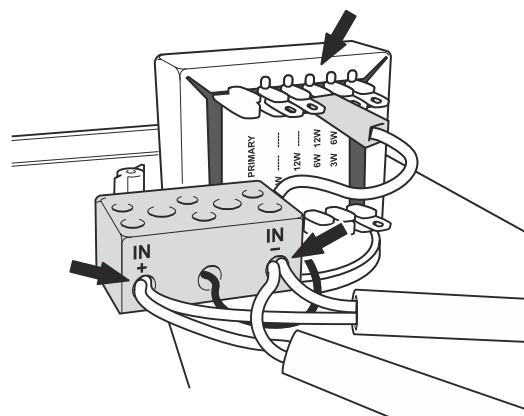

Fig. 2
- Inserire i cavi provenienti dalla linea di distribuzione nei passacavo e collegare le terminazioni alla morsettieria presente sulla griglia frontale, facendo riferimento alla fig. 2.
- Applicare la griglia frontale e fissarla alla scatola utilizzando le tre viti autofilettanti (B) precedentemente rimosse.
NOTA: I diffusori **RWS 412 T/EN** devono essere collegati in derivazione alla linea di distribuzione, assicurandosi che la potenza complessiva assorbita dai diffusori non ecceda quella massima fornita dall'amplificatore. La potenza dei diffusori è impostata in fabbrica per linea 100V/12W. Nel caso si volesse modificare questa impostazione, è possibile cambiare la potenza di uscita tramite l'apposito terminale ad inserzione rapida facendo riferimento alla targhetta posta sul trasformatore (vedi fig. 2).
- Pass the cables coming from the distribution line through the cable gland and connect the ends to the terminal strip on the front grille, following the instructions provided in Fig. 2.
- Fit the front grille and secure it to the box using the three self-tapping screws (B) that were removed earlier.
The power of the speaker units is factory-set for a 100V/12W line. If you wish to change this setting, it is possible to alter the output power by means of the quick-fit terminal provided for this purpose, consulting the data plate on the transformer (see Fig. 2).
- Introduire les câbles provenant de la ligne de distribution dans le passe-fil puis raccorder les extrémités au bornier sur la grille frontale, en respectant les indications de la fig. 2;
- Mettre la grille frontale et la fixer au boîtier en utilisant les trois vis autotaraudeuses (B) précédemment enlevées.
La puissance des diffuseurs est réglée en usine pour une ligne à 100V/12W. Il est possible de modifier cette configuration et de changer la puissance de sortie à l'aide de la cosse à prise rapide en se référant à la plaquette présente sur le transformateur (voir fig. 2).
- Die aus der Verteilerleitung austretenden Kabel in die Kabeldurchgänge einlegen und deren Endstücke gemäß den Anweisungen in Abb. 2 an das Klemmenbrett am vorderseitigen Gitter anschließen.
- Das vorderseitige Gitter aufsetzen und es mithilfe der drei, zuvor entfernten gewindeformenden Schrauben (B) befestigen.
ANMERKUNG: Die Lautsprecherboxen **RWS 412 T/EN** müssen als Abzweigung an den Verteilerleitung angeschlossen werden und es muss darauf sichergestellt werden, dass die von den Lautsprechern aufgenommene Gesamtleistung nicht die maximale, vom Verstärker gelieferte Leistung übersteigt. Die Leistung der Lautsprecherboxen ist werkseitig für eine Leitung von 100V/12W eingestellt. Falls Sie diese Einstellung ändern wollen, können Sie die Ausgangsleistung mit Hilfe des entsprechenden Endstücks mit Schnellverbindung anpassen und müssen hierfür die Angaben auf dem Typenschild am Transformator achten (Abb. 2).